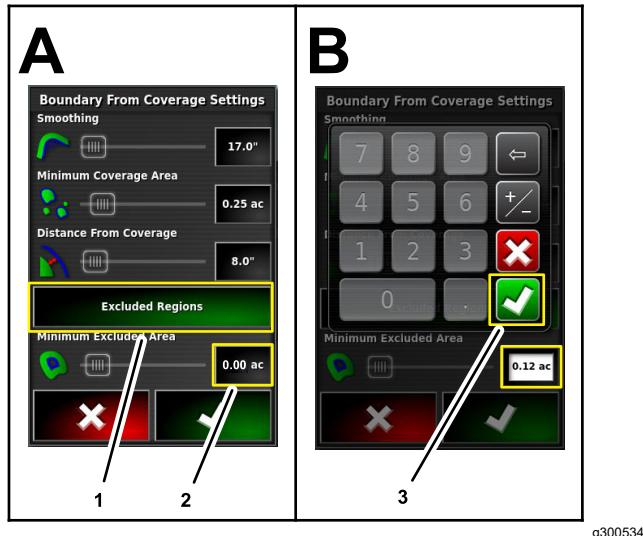

Figura 54
- Premete l'icona Regioni escluse (Figura 54) per creare confini per le aree di copertura non irrorate.
- Premete l'icona Numero per l'impostazione Area di esclusione minima (Figura 54). Utilizzate il tastierino sullo schermo per inserire un valore, quindi premete l'icona Conferma.